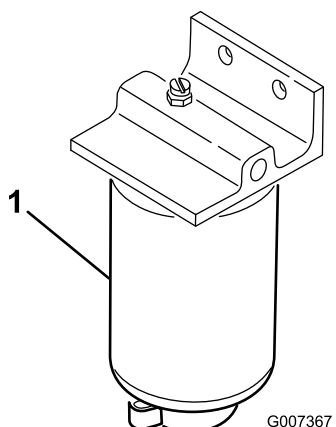

Figura 28
2. Coloque um recipiente de escoamento debaixo do filtro de combustível (Figura 28).
3. Abra o tampão de drenagem na parte inferior do filtro de combustível e drene qualquer água acumulada (Figura 28). Volte a apertar o tampão após o escoamento.